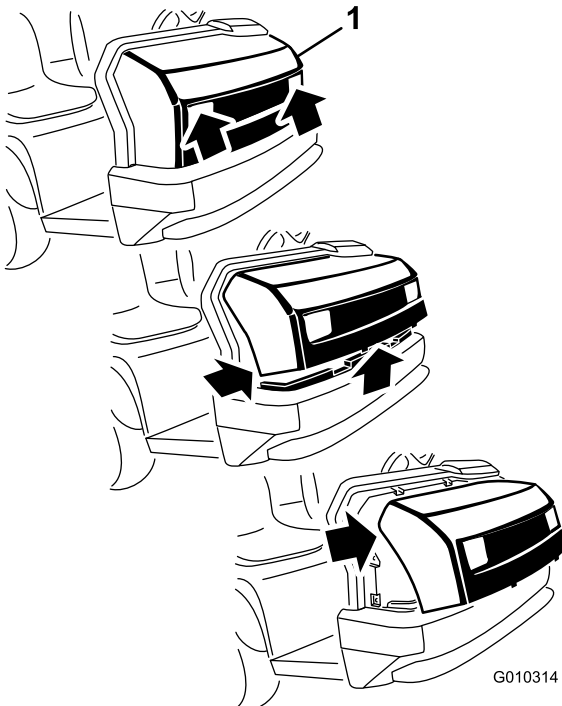

Bild 37
1. Fassen Sie die Motorhaube in den Scheinwerferöffnungen an und heben sie an, um die unteren Befestigungslaschen aus den Rahmenschlitzten zu heben (Bild 37).
2. Drehen Sie die Unterseite der Motorhaube nach oben, bis Sie die oberen Befestigungsnasen aus den Rahmenschlitzten ziehen können (Bild 37).
3. Drehen Sie die Oberseite der Motorhaube nach vorne und ziehen Sie die Kabelanschlüsse von den Scheinwerfern ab (Bild 37).